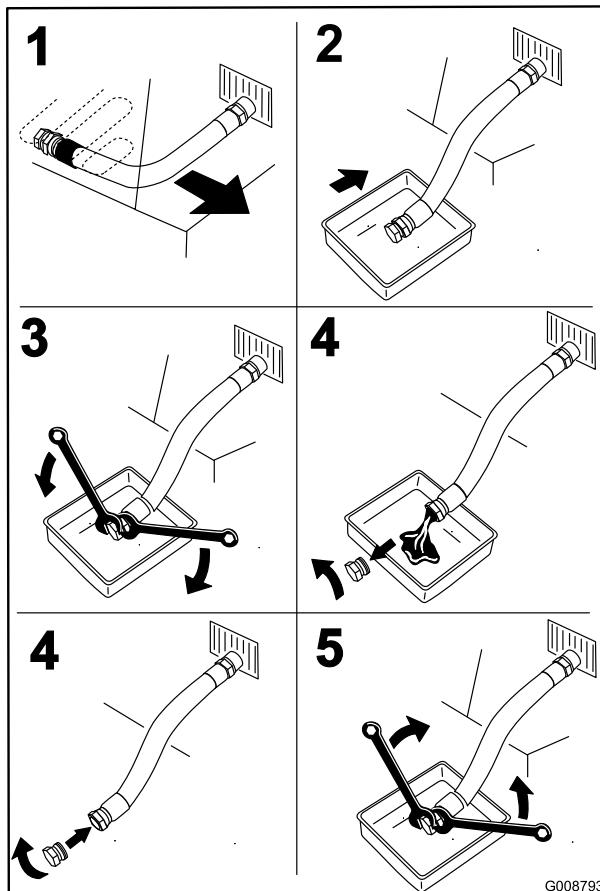

Figura 51
4. Prima di scendere dal posto di guida dell'operatore, spegnete il motore, togliete la chiave di accensione e attendete che si fermino tutte le parti in movimento (Figura 51).